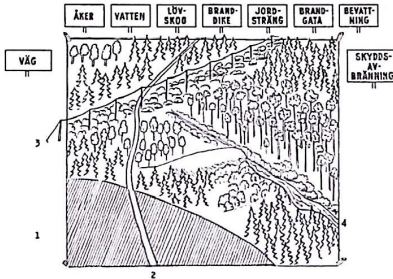

Fig. 2.
För att åskådliggöra *naturliga och konstgjorda eldhinder* prepareras den andra terränglådan — "terränglåda 2" — sålunda (fig. 2). Först bestämmer man, hur terrängen skall se ut, var det skall finnas vattendrag, vägar, åkrar, barrskog, lövskog o. s. v. Därefter tar man bort gräset från hela området. Där man vill framställa vägar, vattendrag, icke be vuxna åkrar o. d. måste grästorven tas bort med en spade. Över hela det område, som skall vara bevuxet med barrskog, lägges en matta av granriskvistar, 5—10 cm. långa. "Tallskog" utmärkes med "tallar", tillverkade av 20—25 cm. långa pinnar, 1 cm. i fyrkant. De beställas bäst på
5. Hur brandgatan och den närmaste terrängen skyddsavbrännes med stöd av vattenbälte, mineraljordsträng eller branddike (lunta av näver, pärtbloss, blåslampa, gengaständstickor, strilkanna, hink ev. sprutor, langning av vatten). Huruvida markbetäckningen skall antändas eller detta endast markeras, beror på omständigheterna. För att alla elever skola få en klar bild av det tämligen invecklade händelseförloppet, kan detta moment framföras som en tablå, om instruktören har möjlighet att i förväg lära upp ett antal medhjälpare. Dessa böra då placeras ut enligt fig. 2 i "Skogsbrandsläckningens teknik" och själva i tur och ordning och med hög röst tala om vad de ha för uppgifter. T. ex. "min uppgift är att tända eld på markbetäckningen inom en meter från branddikets vindsida. Jag tänder med en näverlunta (håller upp den). När jag tänder, lägger jag ett av-